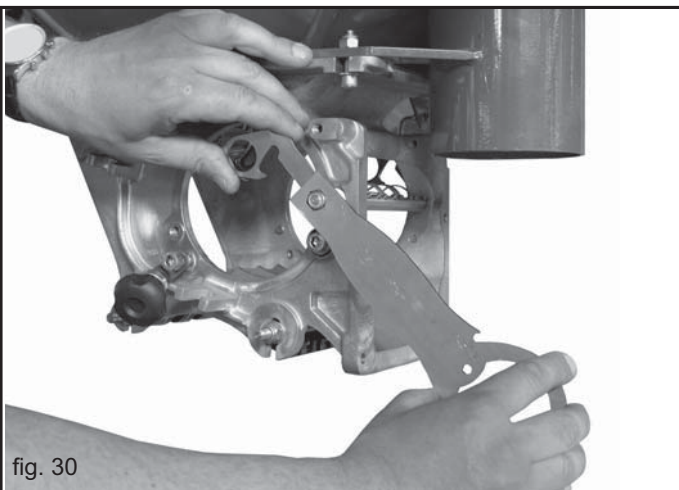

fig. 30
- 3) Stopmuttern M8 beidseitig mit dem beiliegenden Universalschluessel soweit loesen. (Fig. 30).